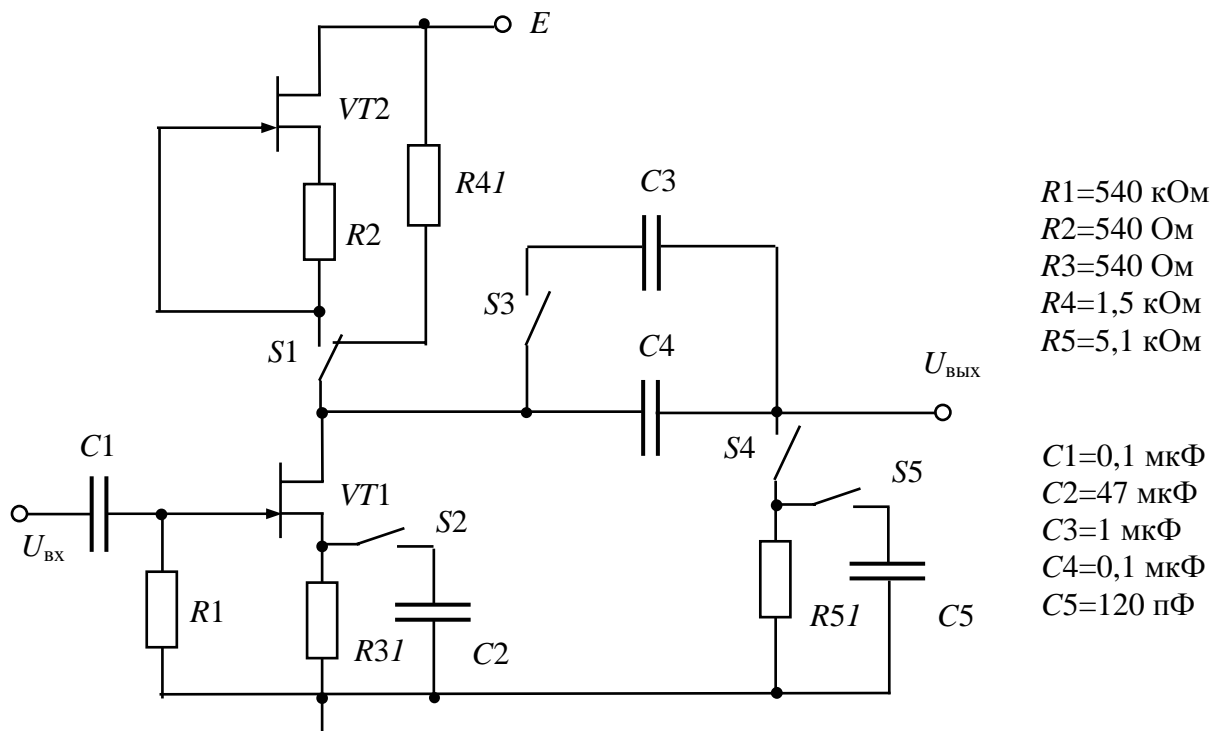

Рис. 1 – Усилительный каскад по схеме с общим истоком
**Цель работы.** Целью лабораторной работы является экспериментальное исследование свойств каскада УНЧ на полевом транзисторе с управляющим  $p$ - $n$ -переходом (типа КП302Б), собранного по схеме с общим истоком, в том числе каскада с динамической нагрузкой (рис. 1). В зависимости от номера варианта  $N$  устанавливается величина напряжения источника питания  $E=10+N/2$  В.